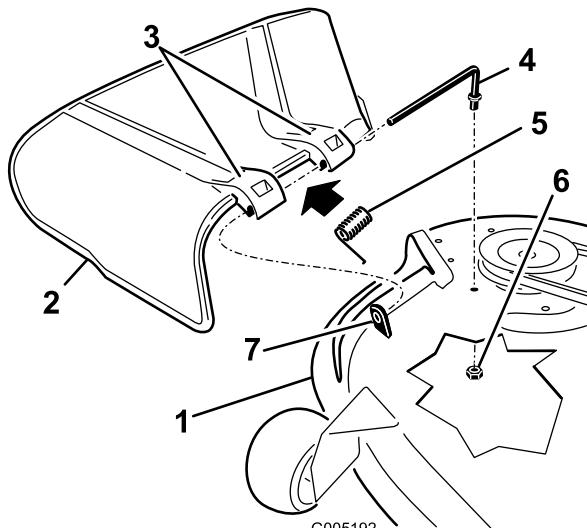

Figura 58
1. Localice los elementos mostrados en la Figura 58.
2. Retire la tuerca (3/8 pulg.) de la varilla (debajo del cortacésped) (Figura 58).
3. Retire la varilla del espaciador corto, del muelle y del deflector de hierba (Figura 58). Retire el deflector de hierba dañado o desgastado.
4. Vuelva a colocar el deflector de hierba (Figura 58).
6. Coloque el muelle sobre la varilla, con los extremos de los alambres hacia abajo, y entre los soportes del deflector de hierba. Deslice la varilla por el segundo soporte del deflector de hierba (Figura 58).
7. Introduzca la varilla, en la parte delantera del deflector de hierba, por el espaciador corto de la carcasa. Fije el extremo trasero de la varilla en el cortacésped con una tuerca (3/8 pulg.) (Figura 58).